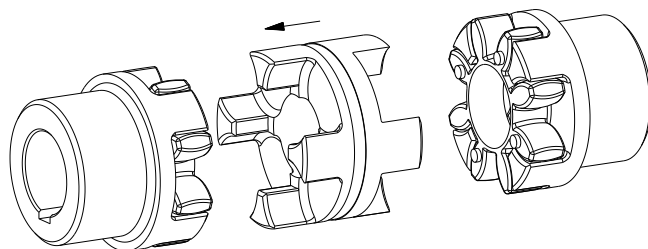

Figura 15: Montaggio del pezzo centrale DKM
- Inserire il pezzo centrale DKM nella ruota dentata del mozzo del lato di ingresso o di uscita (vedi figura 15).